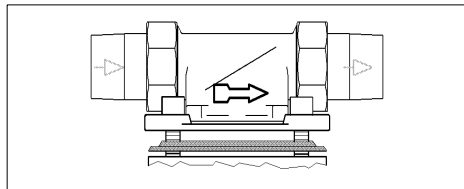

Fig. 3: Bride rotative de montage
**La bride rotative de montage doit être installée dans le sens d'écoulement. Celui-ci est indiqué par une flèche moulée dans le matériau (cf. fig. 3).**